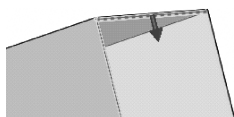

图 14-10 选取边线 1
9) 单击【钣金】工具栏中的 (边线法兰) 按钮,【属性管理器】中弹出【边线法兰】属性设置。在【法兰参数】选项组中,选择如图 14-10 所示的边线。单击【编辑法兰